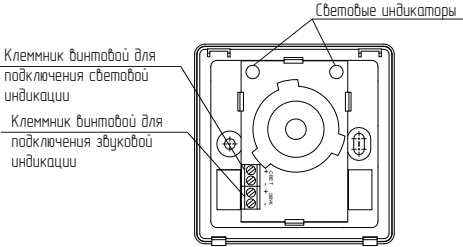

Рисунок 5
- подсоединить монтажные провода, идущие от управляющего устройства к клеммнику винтовому (см. рисунок 5), выбрав схему подключения (см. рисунки 6 и 7);